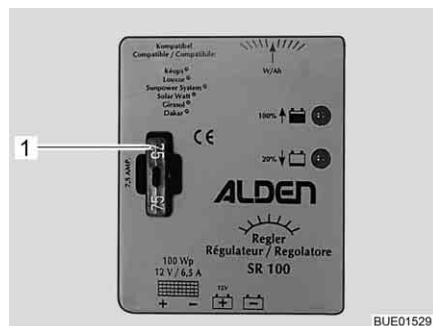

Bild 174 Säkring till laddningsregulator för solpanel 100 W
- Byt flatsäkring 5 A/ljusbrun (Bild 174,1).